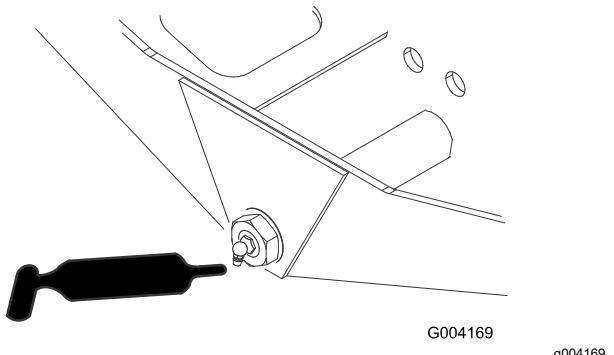

Рисунок 68
- Ось поворота моста (1 шт.)—Рисунок 68